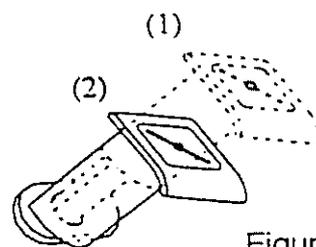

Figure 13
### Commande d'enrichisseur (starter) (7) (fig.13)
- Pour démarrer le moteur à froid, tirer la commande en position ①.
- Repousser progressivement la commande jusqu'en position ②. Pour démarrer le moteur à chaud, la commande doit rester en position ②.